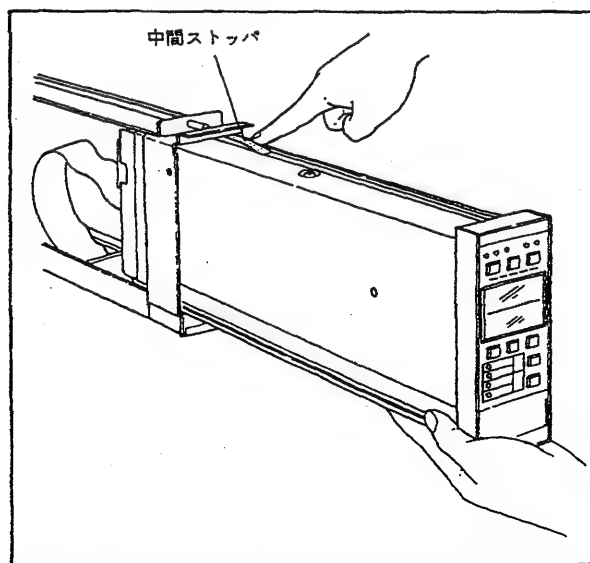

図 5.3.2 内器の引き抜き
- ② 内器をハウジングから取出す場合には、図 5.3.2 の要領で中間ストッパを押し下げながら引き抜いてください。